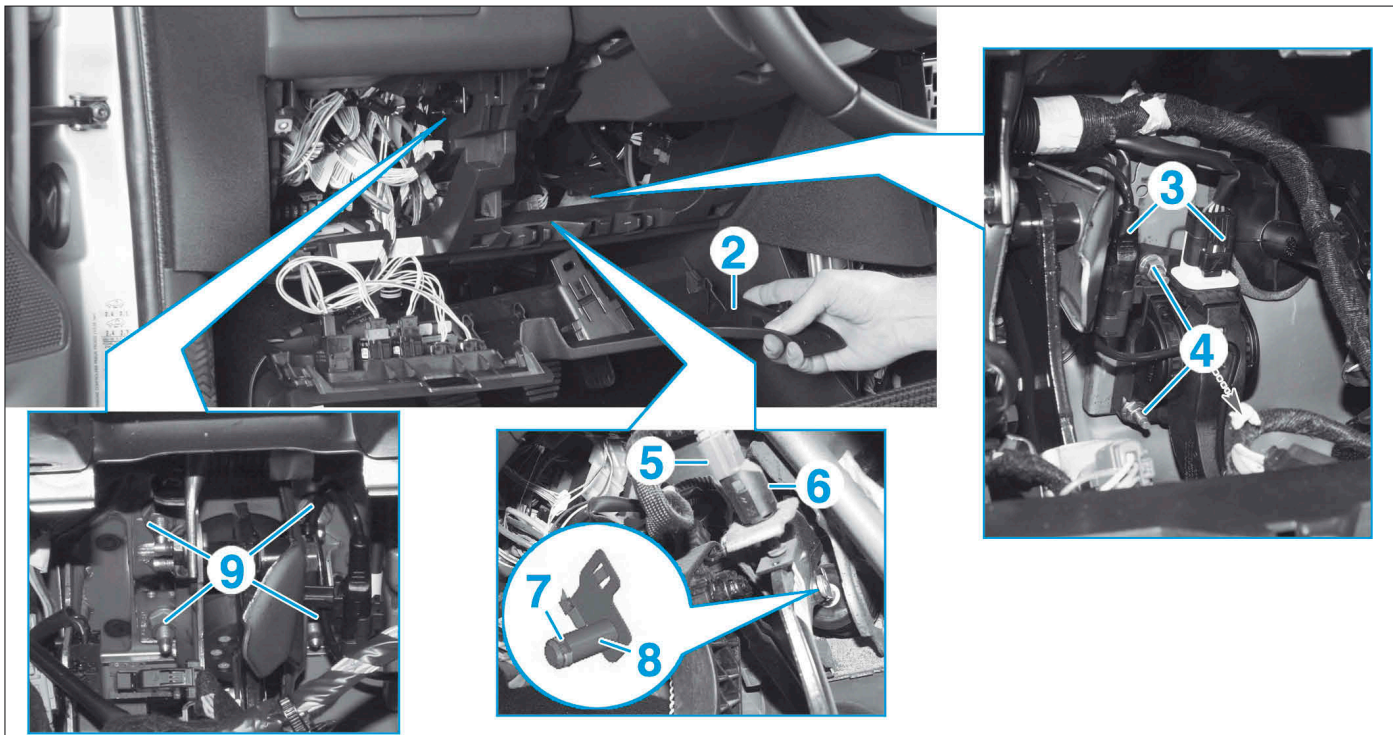

FIG. 13
- Déposer la garniture inférieure (2) de la planche de bord côté conducteur (Fig.13).
- Débrancher les connecteurs (3) et libérer les faisceaux fixés sur le pédalier.
- Déposer les écrous (4) et extraire la pédale d'accélérateur.
- Débrancher le connecteur (5) et libérer le faisceau fixé sur le pédalier.
- Déposer le contacteur de stop (6) en le tournant dans le sens antihoraire.
- Déposer l'anneau de blocage (7).